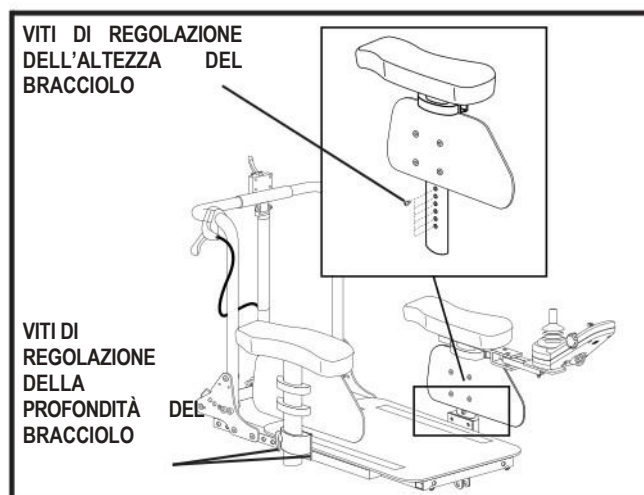

Figura 17. Braccioli regolabili in altezza e profondità
3. Riposizionare le viti di regolazione all'altezza desiderata. **Vedere figura 17.**
1. Allentare le due viti sotto il blocco di acquisizione del bracciolo. **Vedere figura 17.**